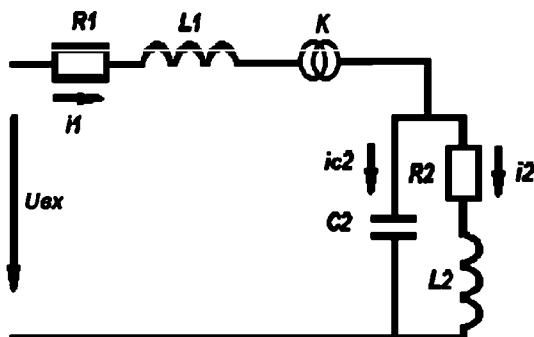

Рис. 1.60. Схема замещения электрической цепи
*Задача 2.* Понижающий трансформатор К встроен в электрическую цепь с активно-индуктивной и емкостной нагрузкой (рис. 1.60). Входное напряжение  $U_{ex} = 36 \text{ кВ}$ , напряжение на нагрузке  $U_h = 380 \text{ В}$ . Частота переменного тока 50 Гц. Входная цепь имеет активное сопротивление  $R_1 = 1 \text{ Ом}$  и индуктивность  $L_1 = 10^{-5} \text{ Гн}$ . Параметры нагрузки:  $R_2 = 100 \text{ Ом}$ ,  $L_2 = 0,3 \text{ Гн}$ ,  $C = 20 \text{ мкФ}$ .
Система дифференциальных уравнений, соответствующая схеме замещения на рис. 1.60, состоит из уравнений, описывающих ток на входе  $i_1$ , ток нагрузки  $i_2$  и напряжение на ветви емкости  $U_C$ . Влияние трансформатора учитывается введением коэффициента трансформации  $K$  при условии соблюдения передачи электрической мощности.